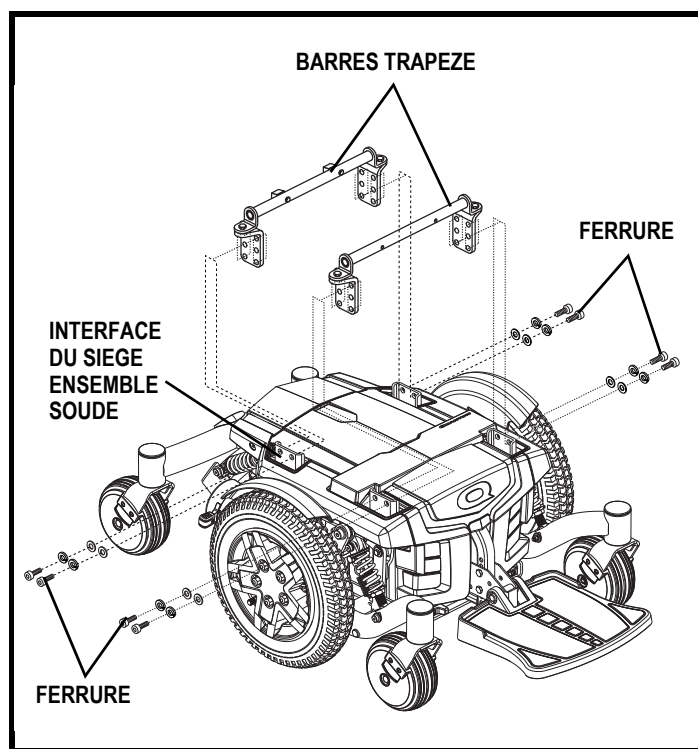

Figure 12. Réglage de la hauteur et de l'angle du siège
7. Desserrez les ferrures qui retiennent la barre trapèze sur les ensembles soudés de l'interface du siège. **Voir la figure 12.**